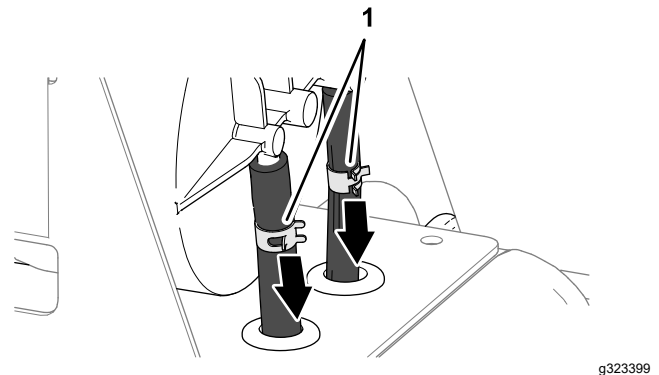

Figura 118
3. Afloje las 2 abrazaderas que sujetan las mangueras a los acoplamientos del cartucho de carbón (Figura 118).